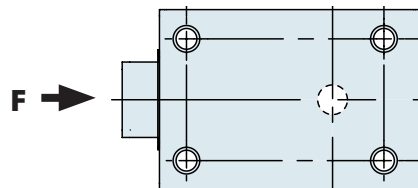

Abb. 2: Riegelast
- Die **maximale ständig anstehende Riegelbelastung** F (siehe Abb. 2) gegen die Ausschlussrichtung darf 10N nicht überschreiten.